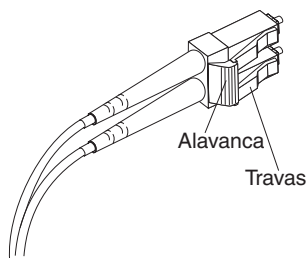

Figura 3-15. Alavanca e Travas do Cabo Fibre Channel LC-LC
1. Na extremidade do cabo LC-LC que se conecta ao módulo SFP ou à placa de barramento host, pressione e segure a alavanca para soltar as travas, como mostra a Figura 3-15 na página 3-12.